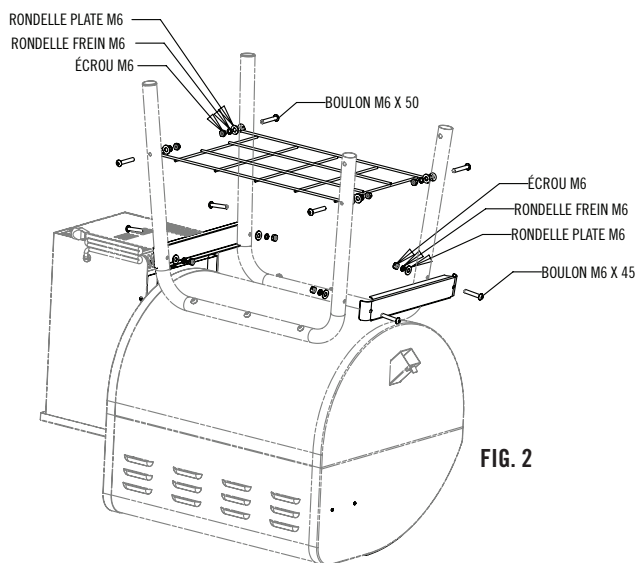

FIG. 2
2. Attacher les deux supports des pied à ceux-ci comme illustré à la Fig. 2 à l'aide de quatre boulons M6 x 45, quatre rondelles plates M6, quatre rondelles freins M6 et 4 écrous M6. Serrer la quincaillerie manuellement.
3. Attacher la grille aux pieds comme indiqué à la Fig. 2 à l'aide de quatre boulons M6 x 45, quatre rondelles plates M6, quatre rondelles freins M6 et quatre écrous M6. Serrer la quincaillerie manuellement.